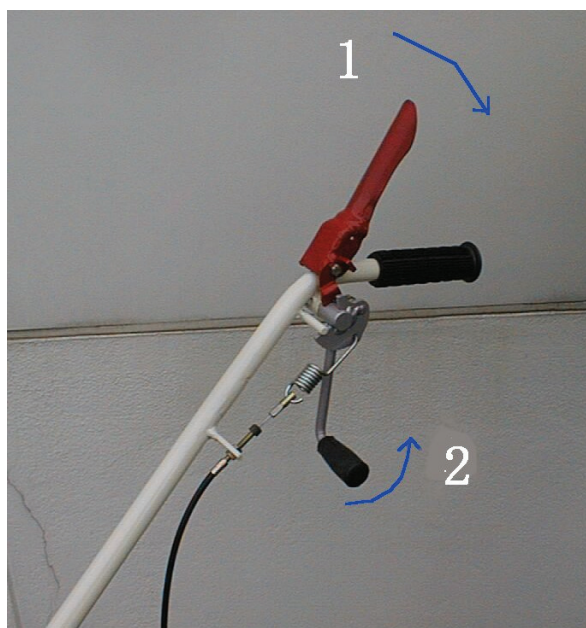

Figure 4
- Relâchez la poignée d'avancement (Figure 1, repère 1) puis celle de l'embrayage de coupe (Figure 4).